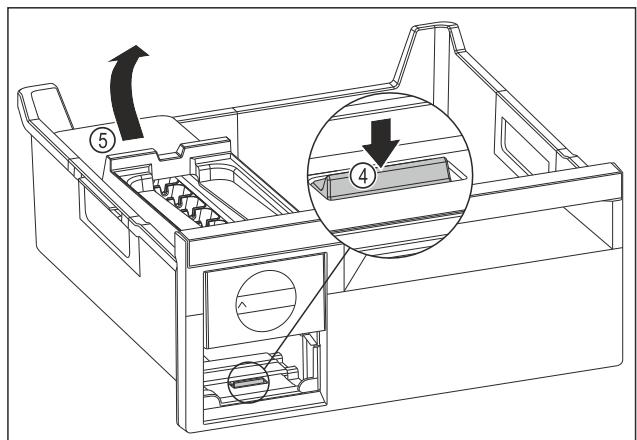

Fig. 77
- EasyTwist-Ice-Körper entnehmen: Lasche Fig. 77 (4) mit Finger nach unten drücken und gleichzeitig mit der anderen Hand den EasyTwist-Ice-Körper Fig. 77 (5) von hinten anheben.